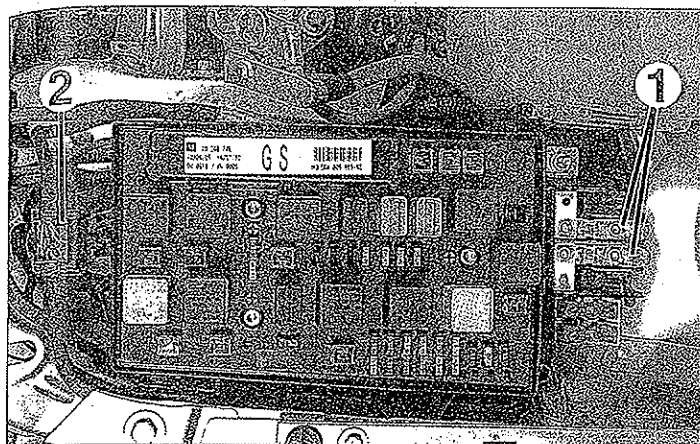
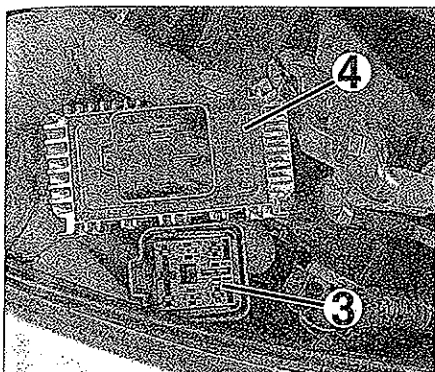

FIG. 33
FIG. 34
- los 2 cables (1) de la caja fusible después de haber marcado su posición (fig. 33).
- el conector (2).
- el conector (3) de la unidad de precalentamiento (4) (fig. 34).